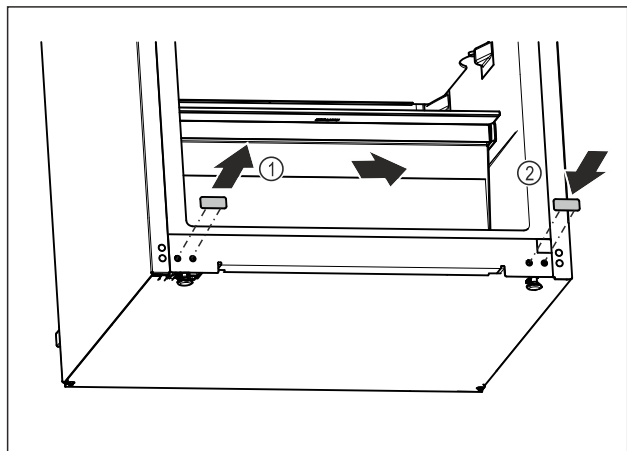

Fig. 21
- ▶ Izvlecite pokrovni čep. Fig. 21 (1)
- ▶ Pokrovni čep vstavite na nasprotni strani. Fig. 21 (2)